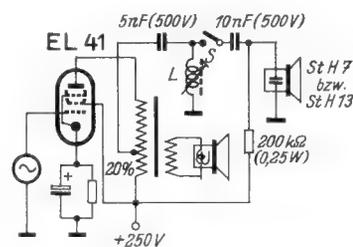

Bild 6. LC-Ankopplung der statischen Lautsprecher von Isophon
a. **LC-Ankopplung (Bild 6):** Die Tonfrequenzspannung wird einer Anzapfung der Primärspule des Ausgangsübertragers entnommen, die windungszahlmäßig bei 20% liegt, vom Spannungszuführungspunkt aus gerechnet. Die Induktivität der Spule L muß beim System St H 13 (13 cm Ø) etwa 42 mH und beim System St H 7 (7 cm Ø) etwa 72 mH betragen. Am besten eignet sich eine Spule mit verschiebbarem Eisenkern, wie sie für die 9-kHz-Sperre verwendet wird. Der Abgleich erfolgt bei 7,5 bis 8 kHz auf Spannungsmaximum an der